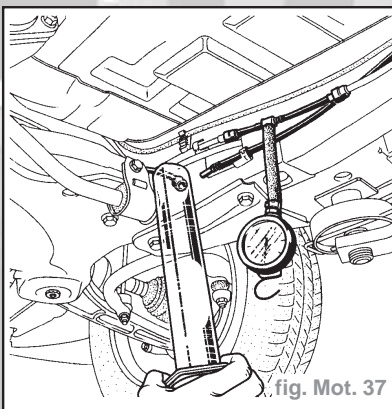

fig. Mot. 37
- Brancher sur le raccord rapide un bout de canalisation semi-rigide  $\varnothing 8$  et le prolonger dans une éprouvette **0-2000 ml** (fig. Mot. 37).